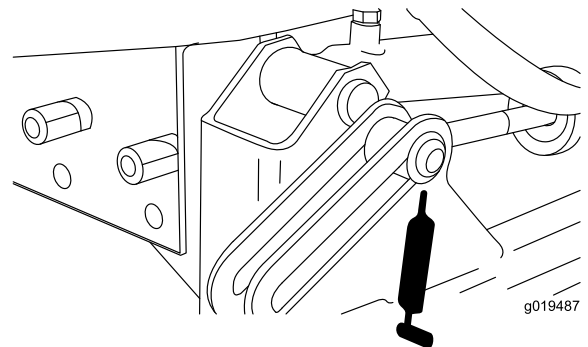
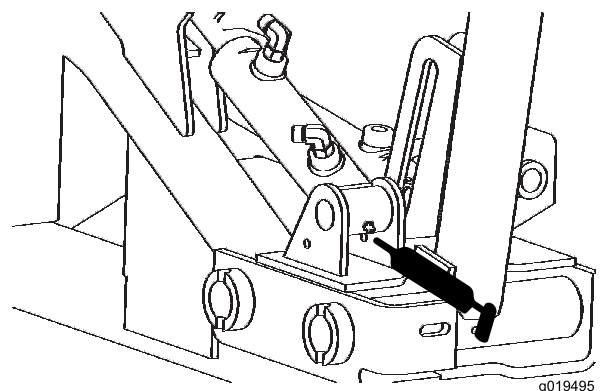

Figura 46
Figura 47
- Cilindros de elevación delanteros (3) (Figura 46 y Figura 47).